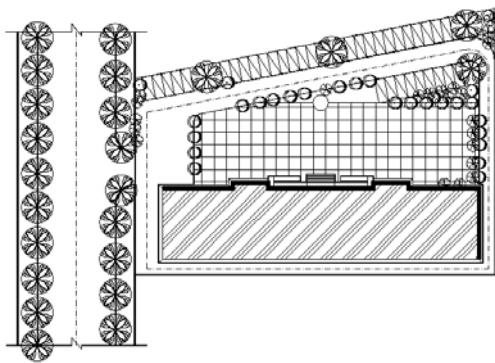

图 15.151 绿化布置结果
(2) 将“灌木 1”块插入图纸中, 在部分基地内部停车位之间的小空档处插入, 将“灌木 2”插入到图纸中, 将“建筑小品”块插入, 得到最终的效果如图 15.151 所示。